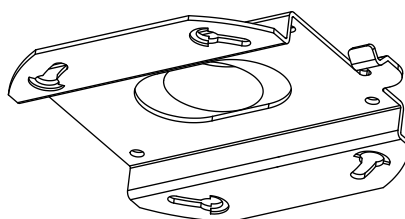

图2-47 安装标记
1. 利用智能球吸顶底座，在天花板上标记 4 颗螺丝安装孔的位置。如果使用顶部电缆出现方式，您需要在天花板上标记线缆的位置并钻孔，如图 2-47 所示。